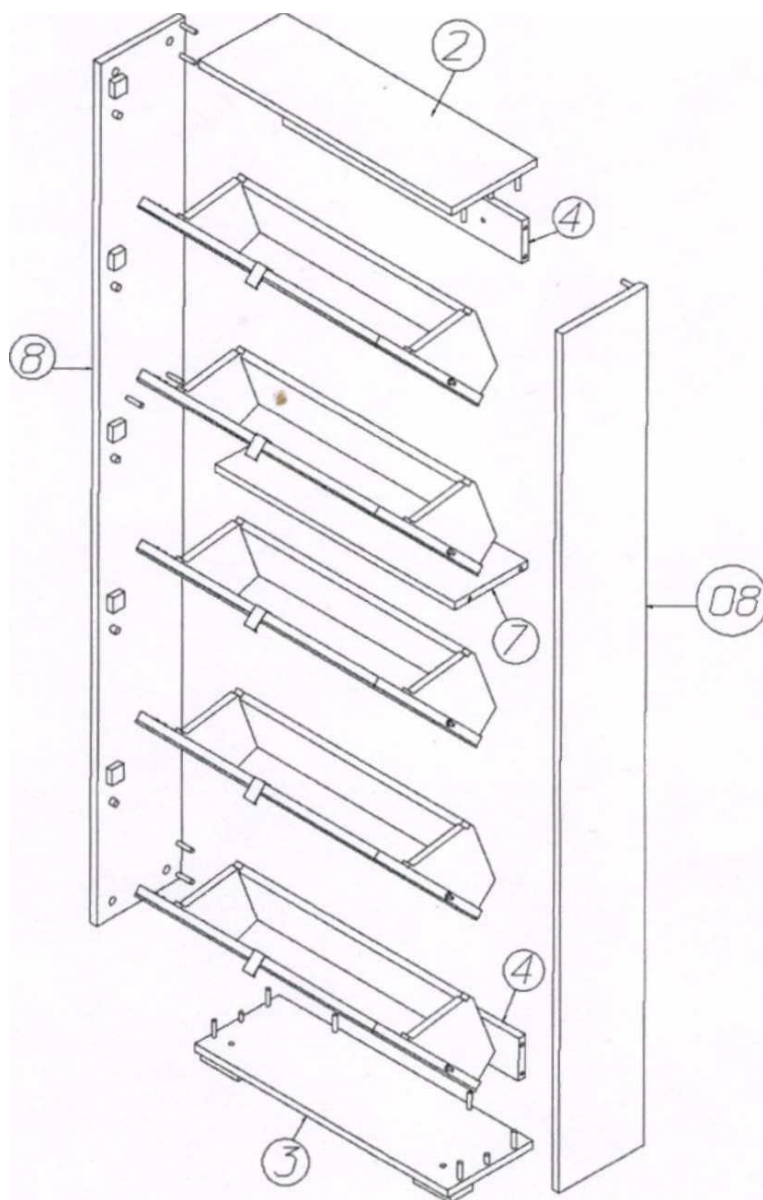

Рис. 5
9. Дальнейшую сборку рекомендуется производить на одной из стенок вертикальных в соответствии со схемой сборки (рис. 5)